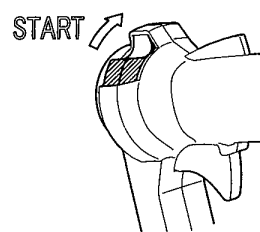

Fig.6-2
2. En tournant le bouton stop (A), relâcher successivement le blocage de gâchette d'accélérateur (C) et la gâchette d'accélérateur (B). (Fig.6-2) L'accélérateur est bloqué en position d'ouverture moyenne (« démarrer le blocage de l'accélérateur ») ce qui permet de mettre en route le moteur facilement.
1. Mettre le bouton d'arrêt (A) en position START. (Fig.6-2)